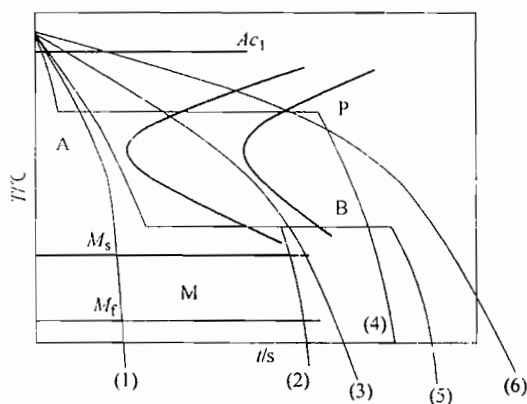

图 4-2 第五题第 3 小题图
3. (9 分) 根据共析碳钢的过冷奥氏体转变 C 曲线 (TTT 曲线), 如图 4-2 所示, 请写出经过图中所示 6 种不同工艺处理后材料的组织名称。